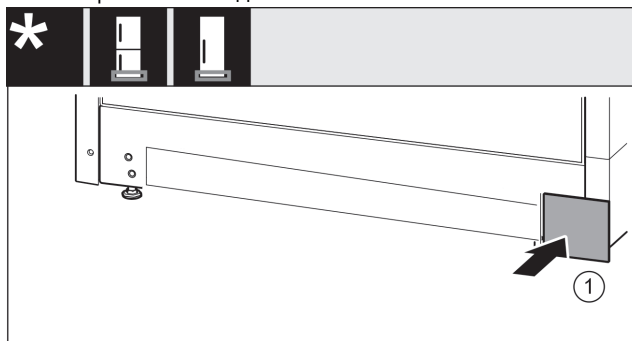

Fig. 48
- ▶ Снова установите крышку Fig. 48 (1) с другой стороны.